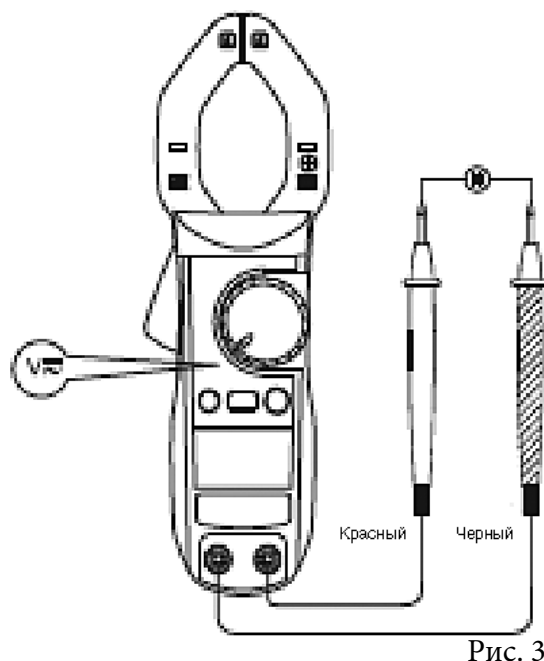

Рис. 3
А. Измерение напряжения постоянного/переменного тока (DCV/ACV) (см. рис. 3)
- Рис. 3